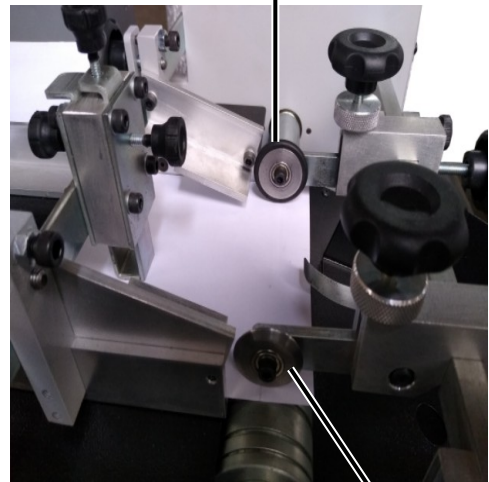

Figura 13
d) Disco de tração (Figura 12): esta ferramenta serve como apoio para estabilizar a saída do papel, sendo utilizada do lado oposto à ferramenta que está realizando a operação como observa-se na Figura 13.